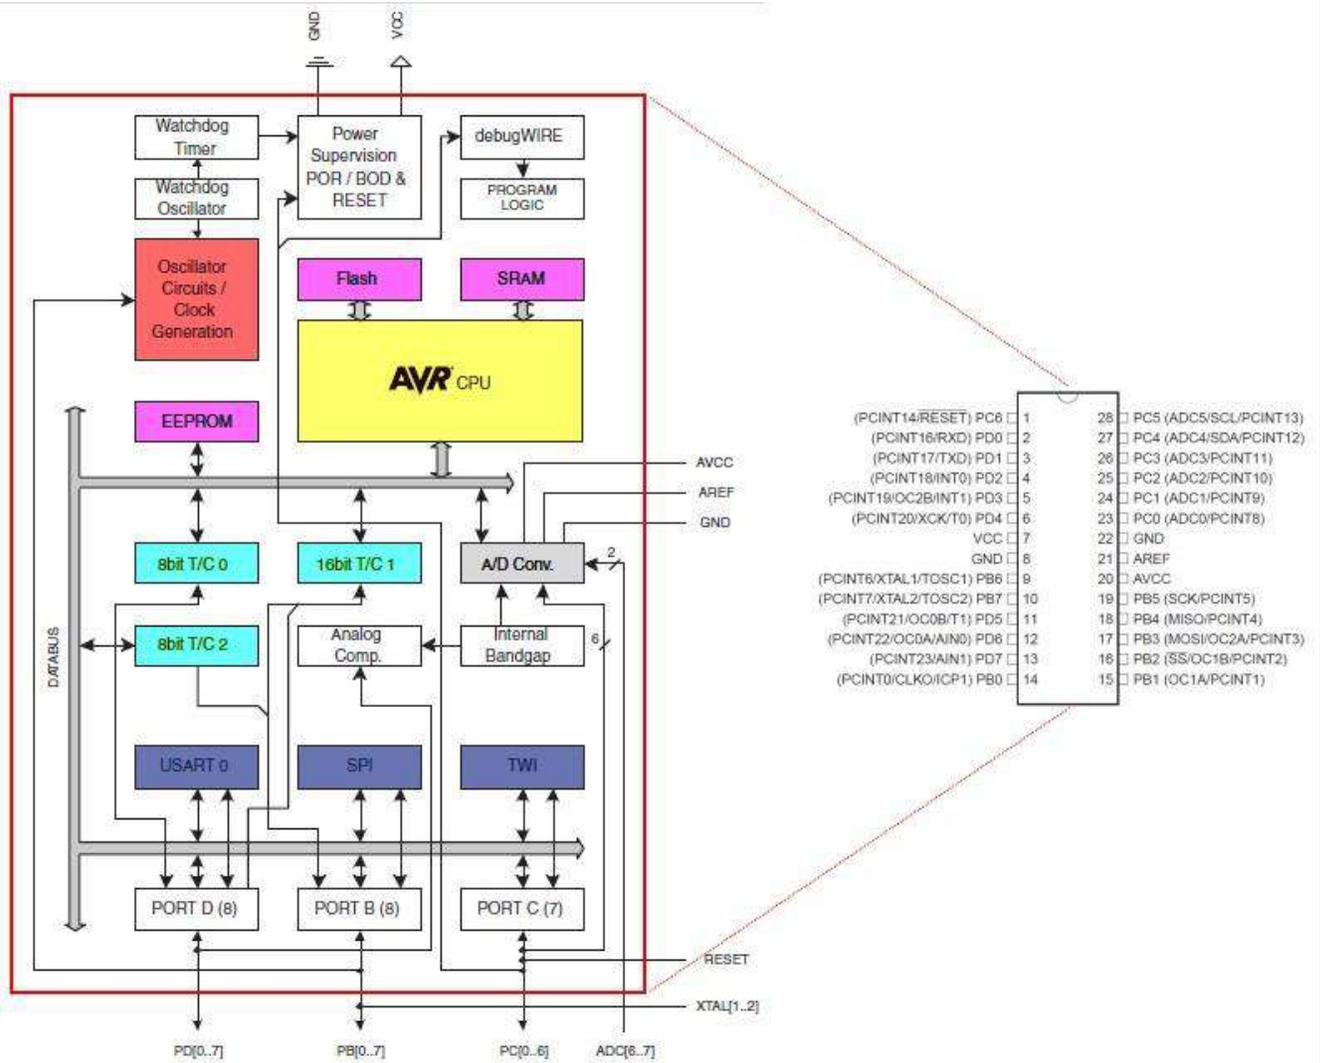

Fig. 2.2 Schéma interne d'un microcontrôleur ATmega 328
- ✓ **Microcontrôleur ATmega328P** C'est le cerveau de la plateforme ARDUINO UNO. Il va recevoir un programme que nous allons créer et va le stocker dans sa mémoire avant de l'exécuter. Grâce à ce programme, il va savoir faire des tâches, qui peuvent être : faire clignoter une LED, afficher des caractères sur un écran, envoyer des données à un micro-ordinateur...figure 2.2